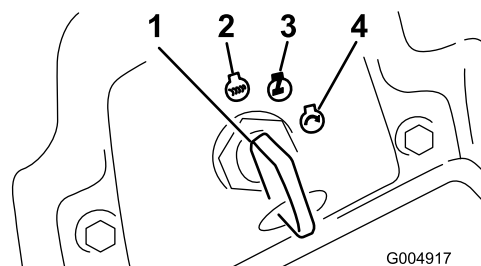

Figura 19
6. Gire la llave de contacto a la posición Marcha (Figura 19).
3. Gire la llave de contacto a la posición de Desconectado (Figura 19). Espere a que se detengan todas las piezas en movimiento antes de abandonar el puesto del operador.